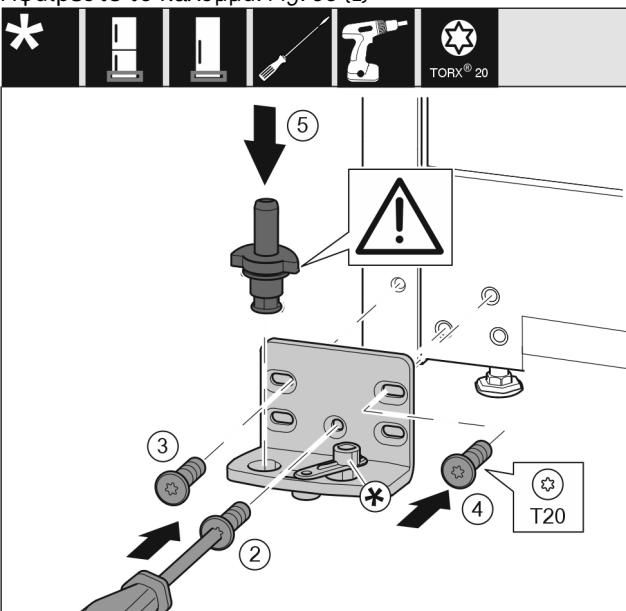

Fig. 36
- Εφαρμόστε το στήριγμα στην άλλη πλευρά και βιδώστε το με τη βοήθεια ενός κατσαβιδιού T20. Αρχίστε με τη βίδα 2 κάτω στο κέντρο. Fig. 36 (2)
- Σφίξτε τη βίδα 3 και 4. Fig. 36 (3,4)
- Τοποθετήστε ολόκληρο τον πείρο. Βεβαιωθείτε ότι το έκκεντρο ασφάλισης είναι στραμμένο προς τα πίσω. Fig. 36 (5)
- Εφαρμόστε το στήριγμα στην άλλη πλευρά και βιδώστε το με τη βοήθεια ενός κατσαβιδιού T20. Αρχίστε με τη βίδα 2 κάτω στο κέντρο. (2)
- Περιστρέψτε τη σύνδεση αποσβεστήρα κλεισίματος κατά 180°. Βιδώστε στην άλλη πλευρά του στηρίγματος με κατσαβίδι T20. (5)
- Τοποθετήστε ολόκληρο τον πείρο. Βεβαιωθείτε ότι το έκκεντρο ασφάλισης είναι στραμμένο προς τα πίσω. (6)